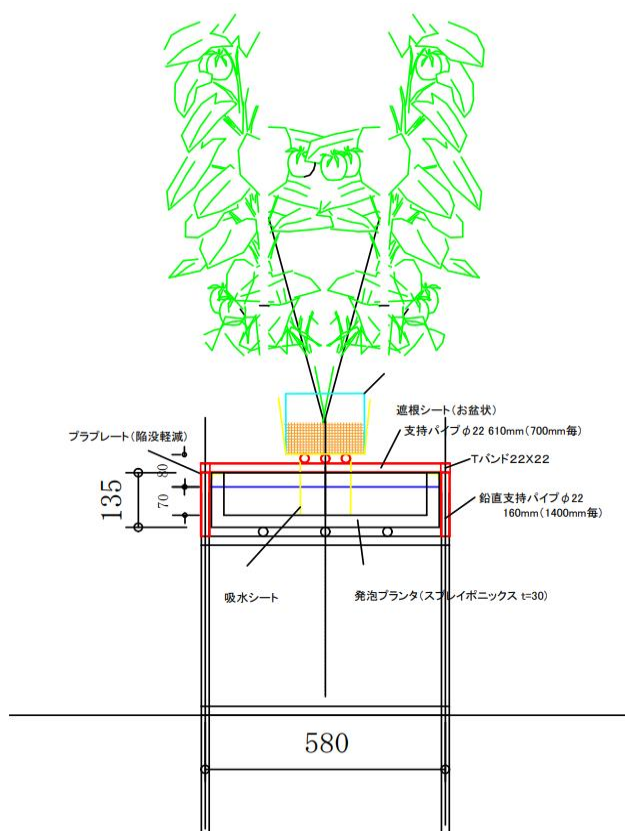

図4 改良型NSP設置図
- ④吸水シート（NSP K-シート、ヤンマーグリーンシステム（株））を設置します（図4）。短尺パイプと重なる場所で切り込みを入れて垂れ下がるようにします。この時、垂れ下がりの長さを左右で揃えるようにします。長さが異なると養液の吸い上げが均等にならず枯れに繋がるので注意しましょう。
- ⑤吸水シートの上に防根透水シートを設置します。吸水シート両端部から25cm程度余裕をもってカットします。
- ⑥防根透水シート（NSP S-シート、ヤンマーグリーンシステム（株））上に不織布ポツ